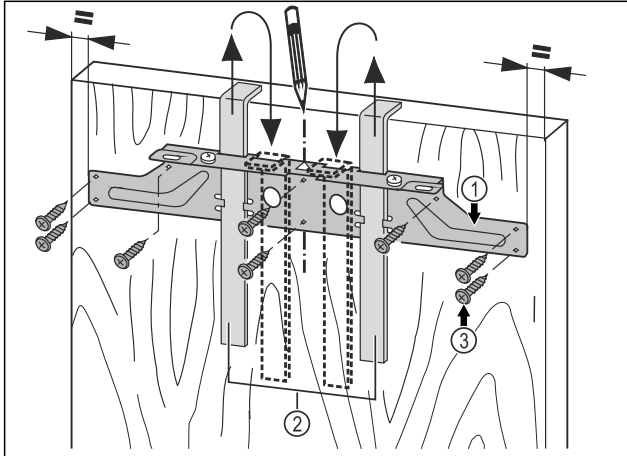

Fig. 45
- Hæng fastgørelsestraversen Fig. 45 (1) på indersiden af møbeldøren ved hjælp af monteringshjælpemidlerne Fig. 45 (2).
- Indjuster fastgørelsestraversen Fig. 45 (1) midt på døren.
- Skru fastgørelsestraversen Fig. 45 (1) fast med mindst 6 skruer Fig. 45 (3).
- Skru fastgørelsestraversen Fig. 45 (1) fast til kanten med mindst 4 skruer Fig. 45 (3).
- Træk monteringshjælpemidlerne Fig. 45 (2) op og ud, og skub dem - drejet - ind i de hosliggende holdeåbninger.